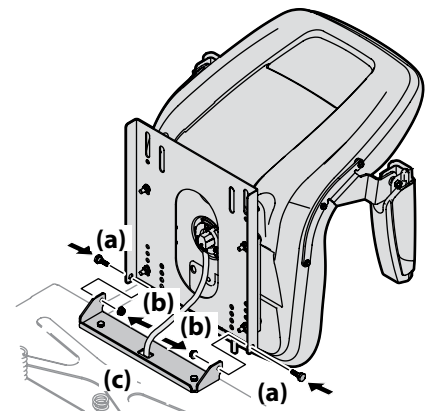

Figura 2-3
- Gire el asiento hasta la posición deseada y asegúrelo en su lugar con los tornillos de reborde y las tuercas de seguridad con brida que extrajo antes. Tenga cuidado de no doblar o dañar el cableado mientras instala el asiento. Consulte Figura 2-3.